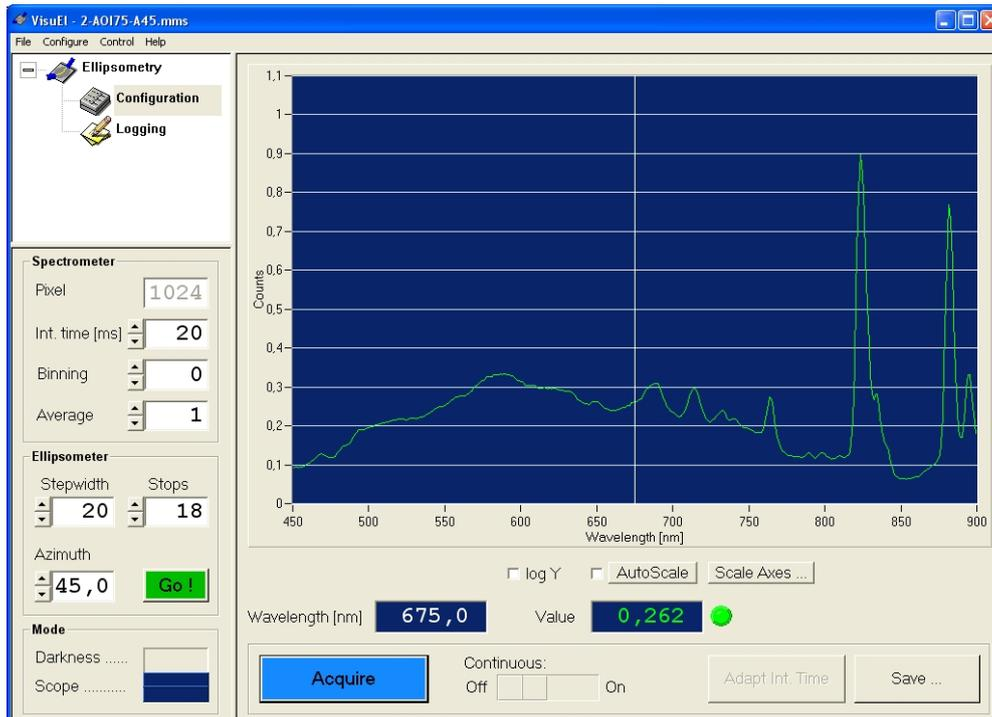

Abbildung 4: Hauptfenster von VisuEl in der *Configuration*-Ansicht.
Wählen Sie nun in der oberen linken Ecke des Programmfensters *Configuration*. Nun sollten Sie ein Fenster wie in Abb. 4 sehen. Auf dem blau hinterlegten Graphen sehen Sie das gerade vom Spektrometer aufgenommene Spektrum. Um dieses ständig zu aktualisieren, verschieben Sie den Regler *Continuous* neben dem Knopf *Acquire* auf *On*. Sie sollten nun einen der drei Fälle im Graphen sehen:
3. ein Spektrum wie in Abb. 4 zu sehen.